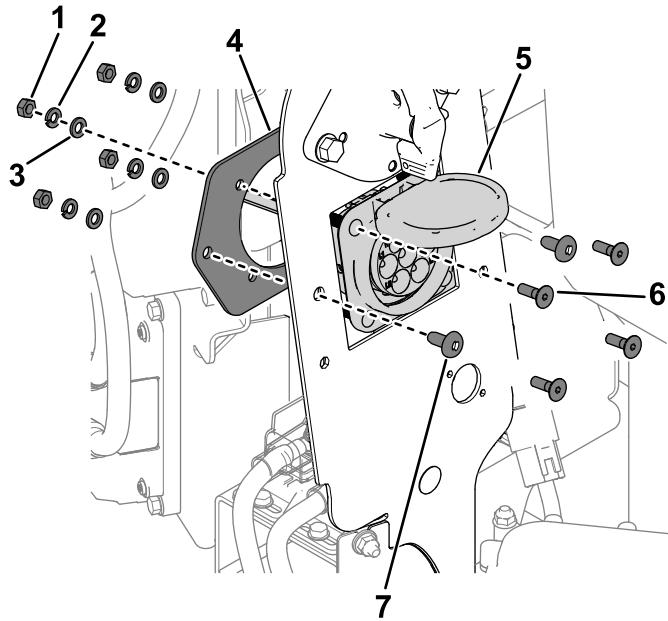

Figura 3
- Utilizzate 2 viti (5/16") e le viti, le rondelle e i dadi già presenti sul connettore del caricabatterie per fissare il connettore e la piastra del connettore al pannello del telaio (Figura 3).